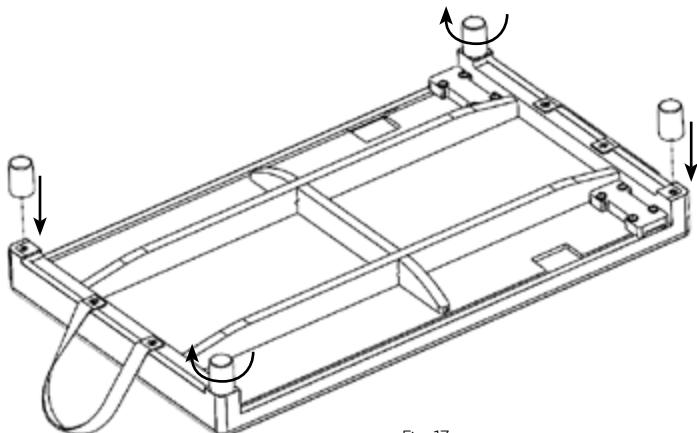

Fig. 17
2. Trovare i (4) piedi con la filettatura sporgente e avvitarli negli innesti che si trovano negli angoli sul lato inferiore del Mat Conversion.
3. Farli ruotare in senso orario finché non saranno ben stretti. Va benissimo la serrata a mano (vedere fig. 17).